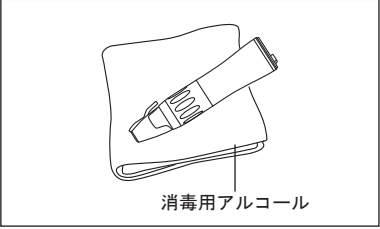

図 11
- 1 消毒液（消毒用アルコール等）を含ませた布等で丁寧に拭き取ります（図 11）。